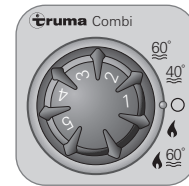

Bild 11
Analoges Bedieneil (Art.-Nr. 36010-01 – Bild 11) für Combi D6 (E) CP plus ready.